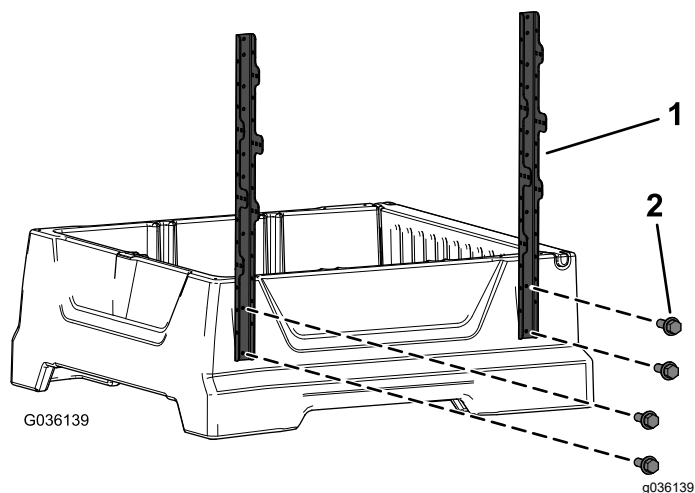

图 2
1. 如图 2 所示用 4 个六角头螺丝 1/4 x 3/4 英寸将 2 个侧立架支架松松地安装到货斗的外侧。